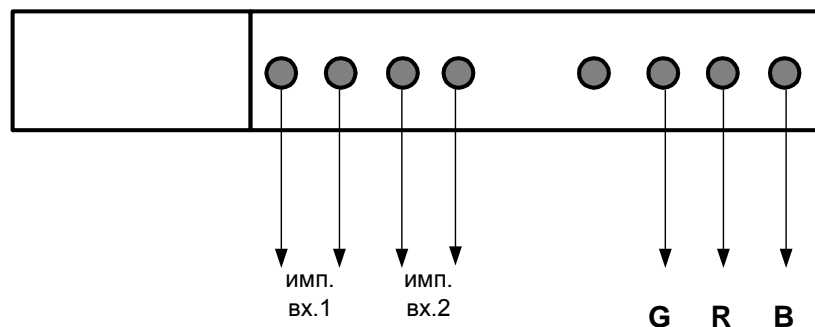

рис. 6.6 Схема подключения импульсных датчиков и водомера Neptune на примере модуля АИУ513.1-CWN/FI
- один датчик с импульсным выходом и датчик с трёхпроводным цифровым интерфейсом фирмы Neptune Technology Group Inc (рис. 6.6)